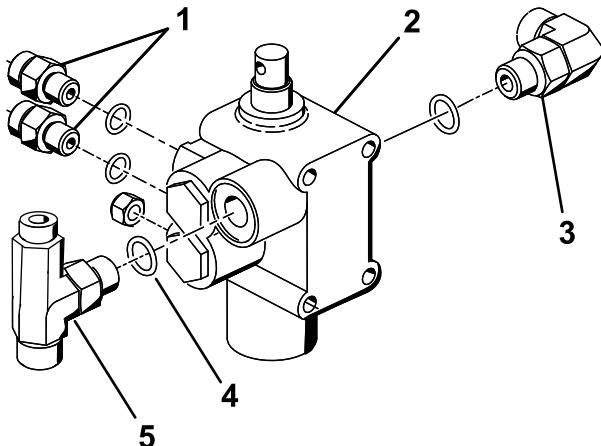

Figura 10
3. Enrosque un acoplamiento de 90°, los 2 acoplamientos hidráulicos rectos y el acoplamiento en T que se retiró de la válvula existente en 3 Preparación para instalar los componentes hidráulicos \(página 5\) en la nueva válvula de elevación, tal y como se muestra en la Figura 10.